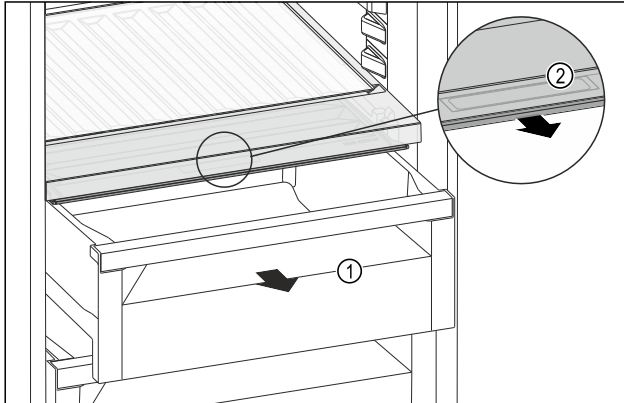

Fig. 173
- ▶ Schubfach Fig. 173 (1) herausziehen.
- ▶ Griffmulde Fig. 173 (2) am Fachdeckel anfassen und Fachdeckel gleichzeitig nach vorne ziehen.